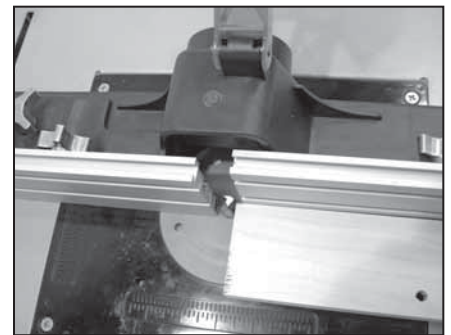

Figure 19
4. Ajuster le guide excentré à la profondeur souhaitée pour la coupe et serrer la poignée de verrouillage. De multiples passages pour enlever de petites quantités de bois permettent d'obtenir un meilleur fini. Cette image montre une coupe maximale. Voir la figure 19.